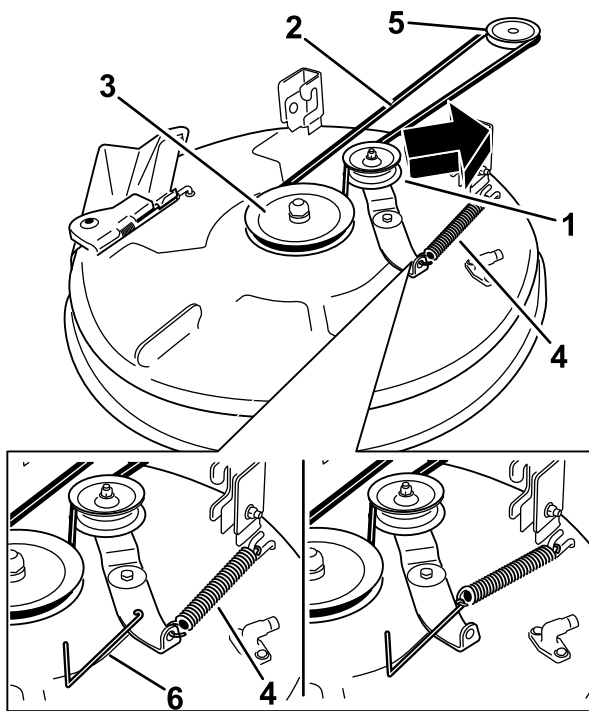

Figure 58
4. À l'aide d'un outil de dépose de ressort (réf. Toro 92-5771), décrochez le ressort du crochet sur le plateau pour éliminer la tension sur la poulie de tension et déchaussez la courroie des poulies (Figure 58).
5. Acheminez la courroie neuve autour des poulies du moteur et du plateau de coupe (Figure 58).
6. À l'aide d'un outil de dépose de ressort (réf. Toro 92-5771), accrochez le ressort à l'ergot sur le plateau pour tendre la poulie de tension et la courroie de plateau de coupe (Figure 58).